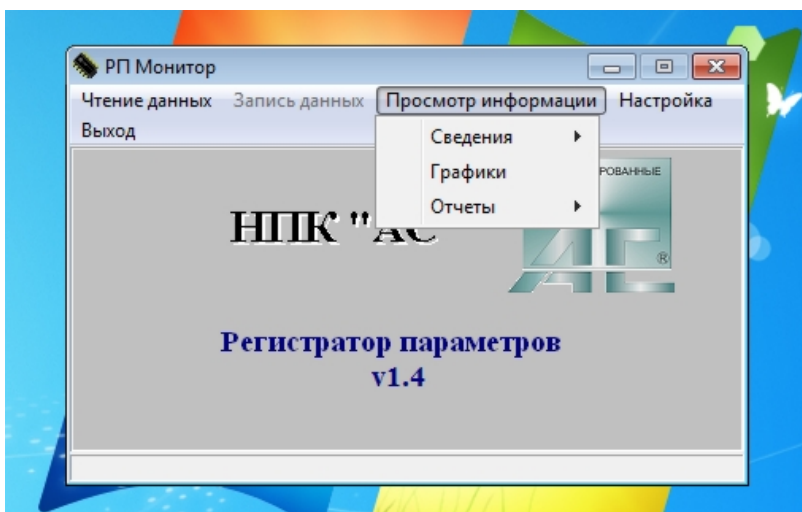

Рис.11
6.4.3. Войдите в "Просмотр информации", Рис.11.